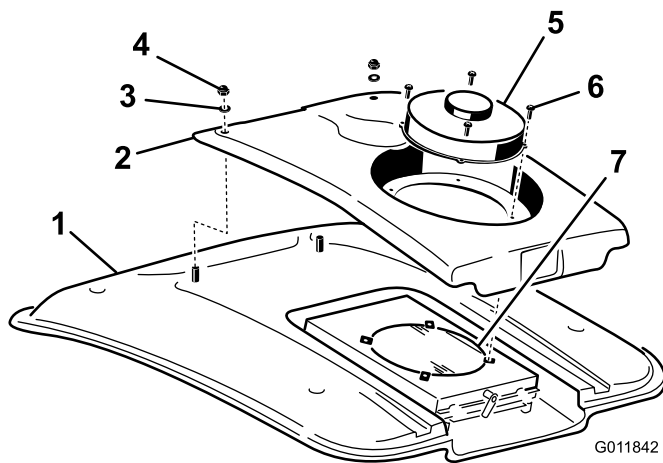

Figure 104
2. Retirez les (4) vis qui fixent le ventilateur et le couvercle du condenseur au support du ventilateur (Figure 104).
4. Retirez les deux écrous et rondelles qui fixent l'avant du couvercle du condenseur au toit de la cabine (Figure 104).
8. Nettoyez soigneusement le condenseur à l'air comprimé (Figure 104).